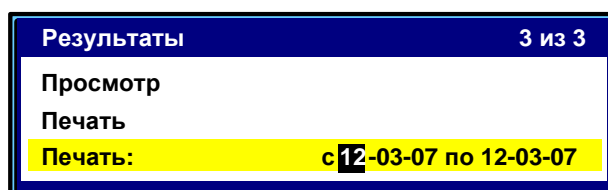

Рисунок 19 – Режим ввода периода печати
4.6.4.1 В режиме ожидания нажать клавишу «*», выбрать пункт меню «**Результаты**» → «**Печать**» и нажать клавишу «**Режим**». Аппарат переходит в режим ввода периода печати (см. рисунок 19).